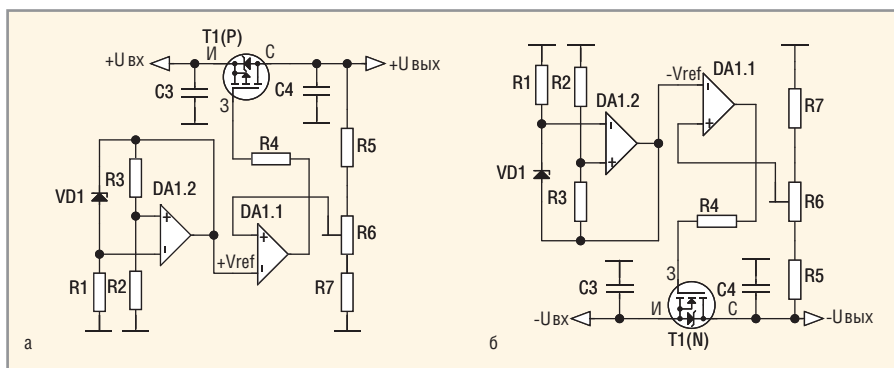

Рис. 2. Упрощённые схемы линейных стабилизаторов положительной (а) и отрицательной (б) полярности на ОУ и мощном полевом транзисторе
В других статьях [1, 2] мощный полевой транзистор включён в линейном стабилизаторе иначе. В схеме стабилизатора положительной полярности (см. рис. 2а), во-первых, используется транзистор с каналом противоположной полярности (P), во-вторых, транзистор «перевернут», то есть на исток подаётся входное напряжение, а со стока снимается стабилизированное напряжение. Аналогично устроен и стабилизатор отрицательной полярности (см. рис. 2б).
Преимущество такого включения транзистора заключается в том, что для открытия Р-канального транзистора на его затвор следует подать напряжение ниже входного на 3...5 В. Если, например, входное напряжение составляет +20 В с учётом пульсаций, то чтобы открыть такой транзистор, на затвор требуется подать напряжение $20 \text{ В} - (3...5) \text{ В} = 15...17 \text{ В}$. Очевидно, такое напряжение легко получить из входного напряжения. Аналогичные рассуждения справедливы и для стабилизатора отрицательной полярности (см. рис. 2б).
Принцип работы стабилизатора положительной полярности (см. рис. 2а) очень простой. На базе ОУ DA1.2, трёх резисторов R1, R2 и R3 и стабилитрона VD1 формируется высокостабильное опорное напряжение +Vref. Коэффициент стабилизации в этой класси-
ческой схеме формирователя опорного напряжения [3] достигает 10^4 [4]. Операционный усилитель DA1.1 используется для сравнения опорного напряжения Vref, поданного на его инвертирующий вход, с выходным напряжением стабилизатора, поданным на его неинвертирующий вход с делителя R5, R6 и R7. Выходное напряжение ОУ DA1.1 через резистор R4 подаётся на затвор транзистора. Если при подключении нагрузки выходное напряжение стабилизатора начинает падать, то начинает падать и напряжение на неинвертирующем входе ОУ DA1.1, что приводит к падению напряжения на затворе транзистора. Падение напряжения на затворе транзистора приводит к его приоткрыванию и восстановлению прежнего значения выходного напряжения с высокой точностью. Аналогичным образом работает стабилизатор напряжения отрицательной полярности (см. рис. 2б).
Если в стабилизаторе положительной полярности (см. рис. 2а) заменить формирователь опорного напряжения (DA1.2, R1, R2, R3 и VD1) двумя RC-цепочками (R1C1 и R2C2) и резистором R3 из схемы, представленной на рисунке 1, получается схема, показанная на рисунке 3, и стабилизатор превращается в фильтр напряжения поло-
Посмотрим, как будет себя вести стабилизатор положительной полярности (см. рис. 2а), если ток нагрузки превысит определённый уровень (например, 10 А). Пусть нагрузка такова, что через стабилизатор проходит ток в 10 А. При подключении дополнительной нагрузки выходное напряжение опять начнёт падать, вследствие чего транзистор будет приоткрываться, чтобы поднять выходное напряжение. Это открытие может продолжаться вплоть до максимального тока, который способен пропустить транзистор. Например, для Р-канального транзистора IRF4905 с максимальным током стока в 75 А ток в 30 А, и 70 А является рабочим. Однако такой ток может легко разрушить выпрямительные диоды и сжечь трансформатор. Как можно догадаться, схемы фильтров, представленные на рисунках 3 и 4, обладают аналогичным недостатком.